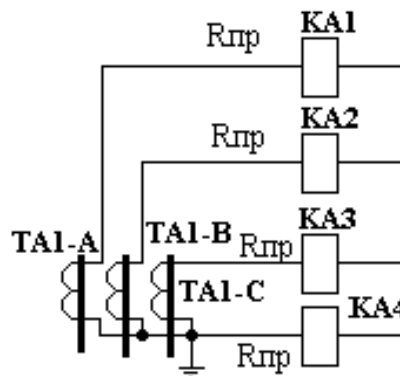

Рис. 5
2. Определить расчётную величину сопротивления внешней нагрузки трансформаторов тока при протекании тока трёхфазного КЗ. Схема соединения трансформаторов тока и реле приведена на рис. 5. Сопротивление провода от трансформаторов тока до релейной панели $R_{пр} = 0,5$ Ом. Сопротивление всех контактов $R_{конт} = 0,1$ Ом. Реле КА1, КА2, КА3 типа РТ-40/50 – уставка на реле $I_{ср} = 30$ А; реле КА4 – тип РТ-40/20, уставка на реле $I_{ср} = 8$ А.